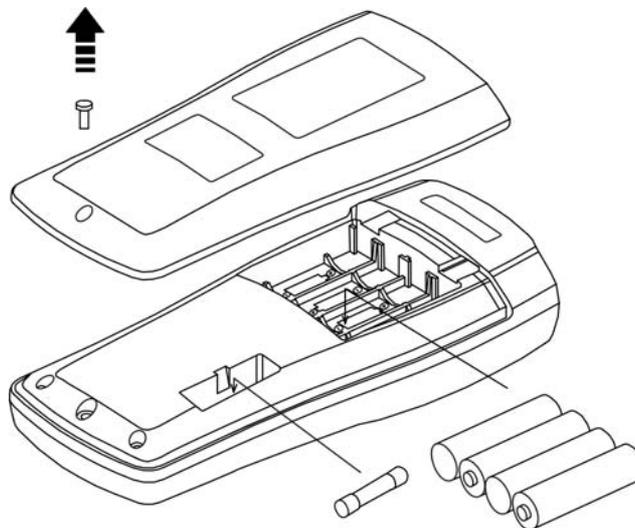

Fig. 11 : Remplacement des piles et du fusible interne
3. Enlever les piles et en introduire autant du même type (voir § 6.1.3) en respectant la bonne polarité et replacer ensuite le logement de la batterie (voir la Fig. 11). Utiliser les conteneurs spécialement prévus pour l'élimination des piles.